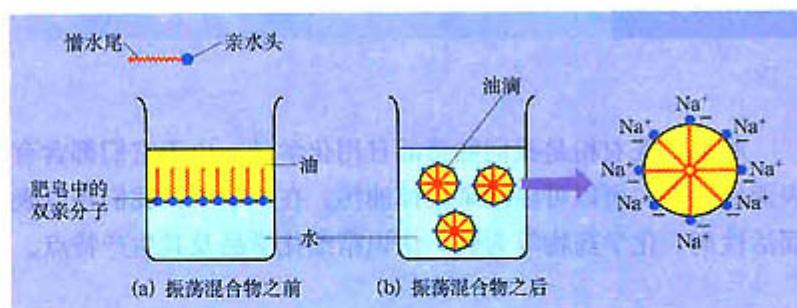
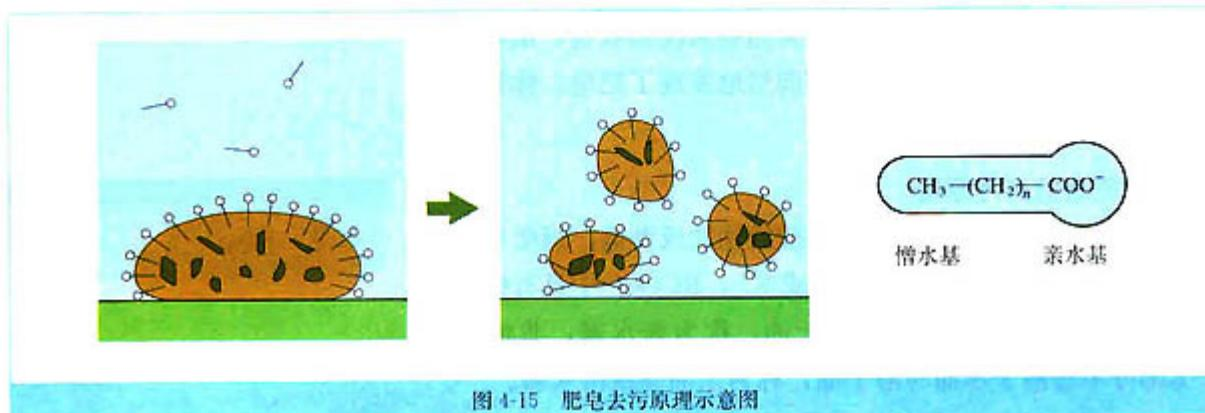

图 4-14 水包油示意图
图 4-15 肥皂去污原理示意图
- 结合图 4-14 和图 4-15，用自己的语言描述肥皂的去污过程。